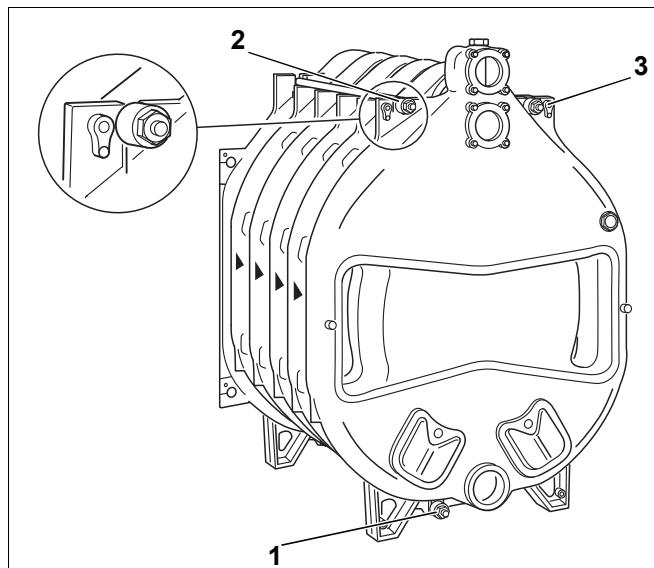

Рис. 17 Монтаж анкерных штанг
- Вставить анкерные штанги с надетыми пакетами пружин в предусмотренные для них места в литых выступах (рис. 17, поз. 1, 2 и 3).